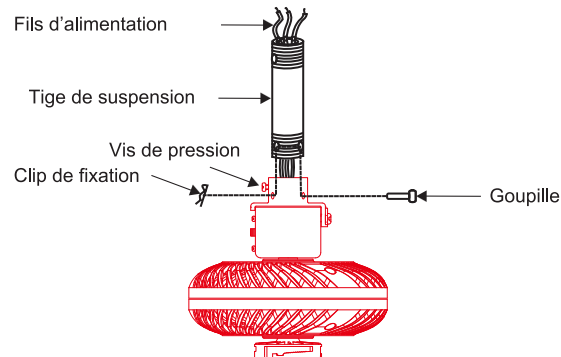

Fig. 8
Étape 6. Desserrez les deux vis de pression et enlevez la goupille ainsi que le clip de retenue du couplage sur le dessus du moteur (Fig. 8).
Remplacez ensuite la goupille et le clip de retenue. Serrez les deux vis de pression (Fig. 8)